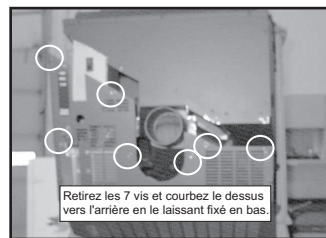

Figure 24.2
- c. Retirez les sept vis de l'écran arrière et faites pivoter le haut de l'écran vers vous en laissant le bas attaché au poêle. **Figure 24.2.**